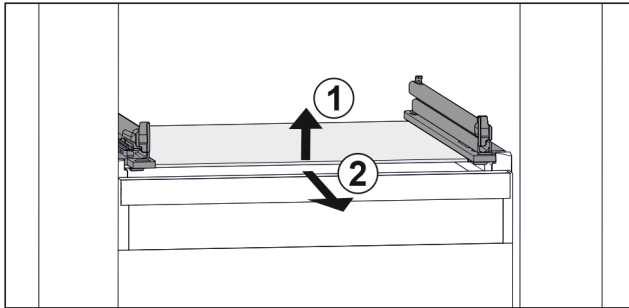

Fig. 41 Beispielhafte Darstellung der Glasplatte
- ▶ Glasplatte vorne anheben. Fig. 41 (1)
- ▶ Glasplatte nach vorne entnehmen. Fig. 41 (2)